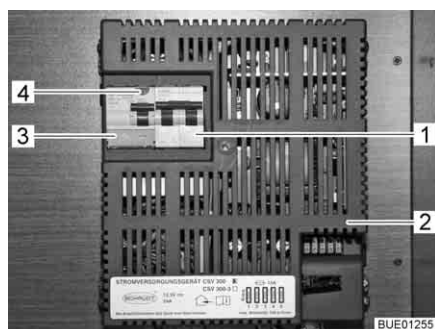

Bild 126 230 V-automatsäkring och FI-brytare (CSV 300)
En jordfelsbrytare (FI-brytare) (Bild 126,3) i strömaggregatet CSV 300 (Bild 126,2) skyddar hela fordonet mot läckström (0,03 A).
En senare inkopplad tvåpolig ledningsskyddsbrytare (Bild 126,1) i strömaggregatet säkrar 230 V-nätet.
- När fordonet är anslutet till 230 V-försörjningen: Tryck på kontrollknappen (Bild 126,4). Jordfelsbrytaren (FI) måste lösa ut.